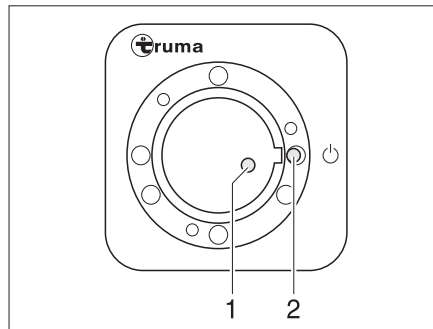
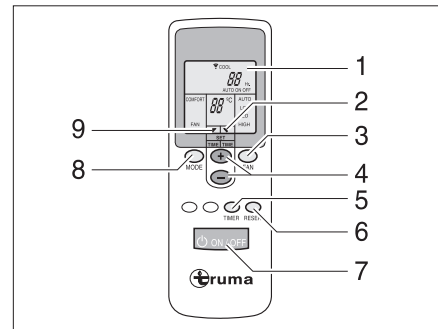

Fig. 220 Receptor
Fig. 221 Mandos a distancia
El mando a distancia (Fig. 221) y el receptor (Fig. 220) para la instalación de aire acondicionado se encuentran en la zona de la cocina.
- Conectar el mando a distancia por medio del interruptor (Fig. 221,7). La luz de control verde (Fig. 220,1) indica el funcionamiento de refrigeración.
- Ajustar el modo de funcionamiento deseado con la tecla (Fig. 221,8).
- De ser necesario, ajustar la potencia del ventilador y la temperatura ambiente deseadas con las teclas (Fig. 221,3 y 4). La flecha (Fig. 221,9) indica el modo de ajuste seleccionado.
- ▷ En el receptor se encuentra un pulsador interruptor adicional (Fig. 220,2) con el cual la instalación de aire acondicionado también se puede desconectar o conectar sin mando a distancia. En caso de que se conecte la instalación de aire acondicionado por medio de este pulsador interruptor, automáticamente se seleccionará el último modo de funcionamiento ajustado en el mando a distancia.
- Para desconectar, volver a pulsar la tecla (Fig. 221,7) del mando a distancia.
- Para la programación, conectar la instalación de aire acondicionado con la tecla (Fig. 221,7) del mando a distancia.
- Ajustar el modo de funcionamiento y la temperatura ambiente deseados con las teclas (Fig. 221,8, 3 y 4).
- Seleccionar la función deseada (Fig. 221,1) con la tecla (Fig. 221,5):
- Seleccionar el tiempo de conmutación deseado (de 1 a 15 horas) con las teclas (Fig. 221,4). La flecha (Fig. 221,2) parpadea e indica el modo de ajuste seleccionado.
- ▷ Con la tecla (Fig. 221,6) se realizan transmisiones repetidas de los ajustes del mando a distancia al emisor.